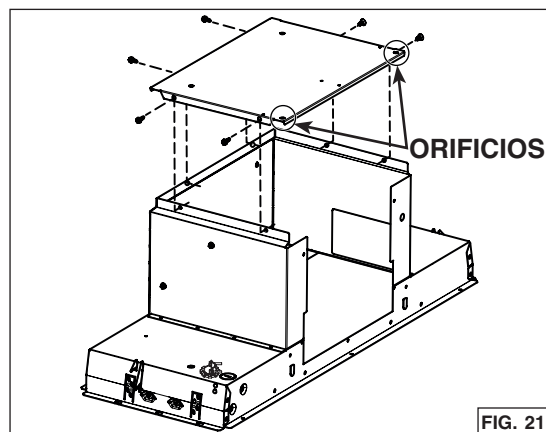

FIG. 21
- Instale la placa trasera en la parte superior del aparato, dónde estaba la placa de soporte del ventilador. Los orificios cerca de las esquinas deben encontrarse en la parte trasera del aparato. Sujétarla a la parte superior del aparato usando los 6 tornillos retirados previamente al paso 6 (FIG. 21).
Para un conducto redondo, use 4 tornillos para metales n.º 8-18 x 1/4 pulg. (incluidos) para fijar el adaptador/compuerta de 6 pulg. redondo (incluido) en la parte superior del aparato, sobre el orificio de salida del ventilador (FIG. 21).